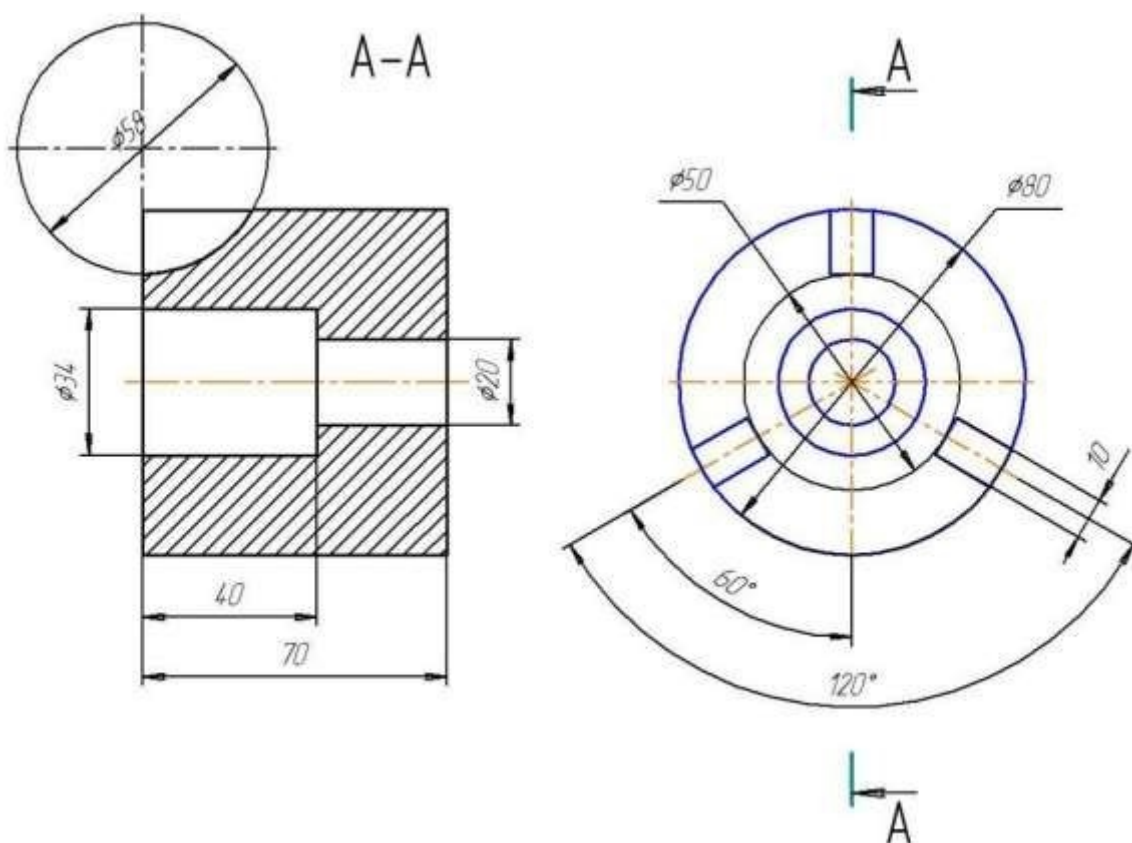

Рисунок 7.57 – Чертеж детали
4) Завершить создание модели в соответствии с чертежом детали (рисунок 7.57).